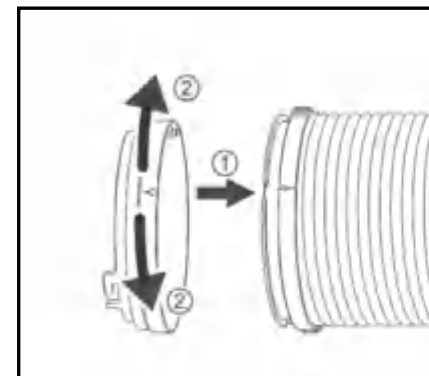
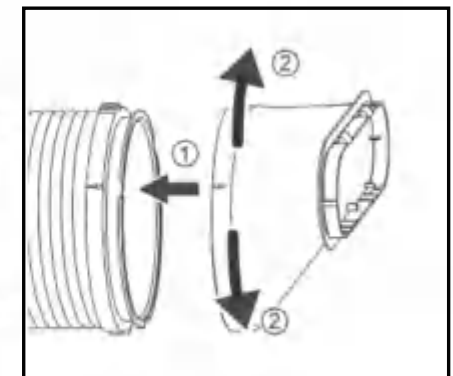

Abb.3
Abb.4
- Richten Sie die Pfeile am Kanalanschluss und am Kanal aus, stecken Sie die Teile zusammen und drehen Sie sie im oder gegen den Uhrzeigersinn um 60° (Abb. 3). Verwenden Sie die gleiche Methode, um den Kanalauslass mit dem Kanal zu verbinden (Abb. 4).